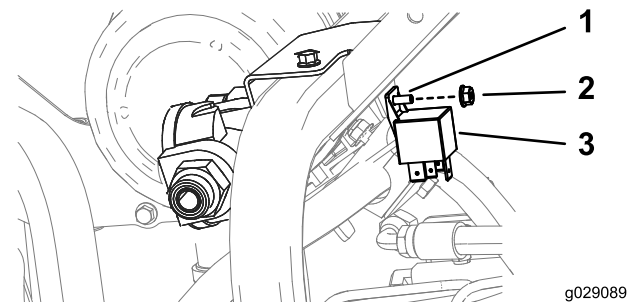

Figure 13
- Montez le relais comme montré à la Figure 13.